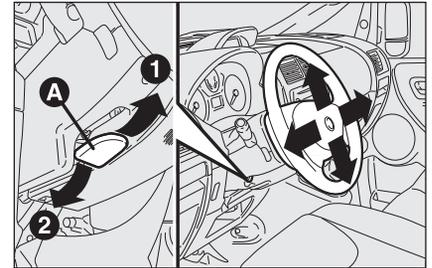

fig. 35
- sbloccare la leva **A**-fig. 35 spingendola in avanti (posizione 2);